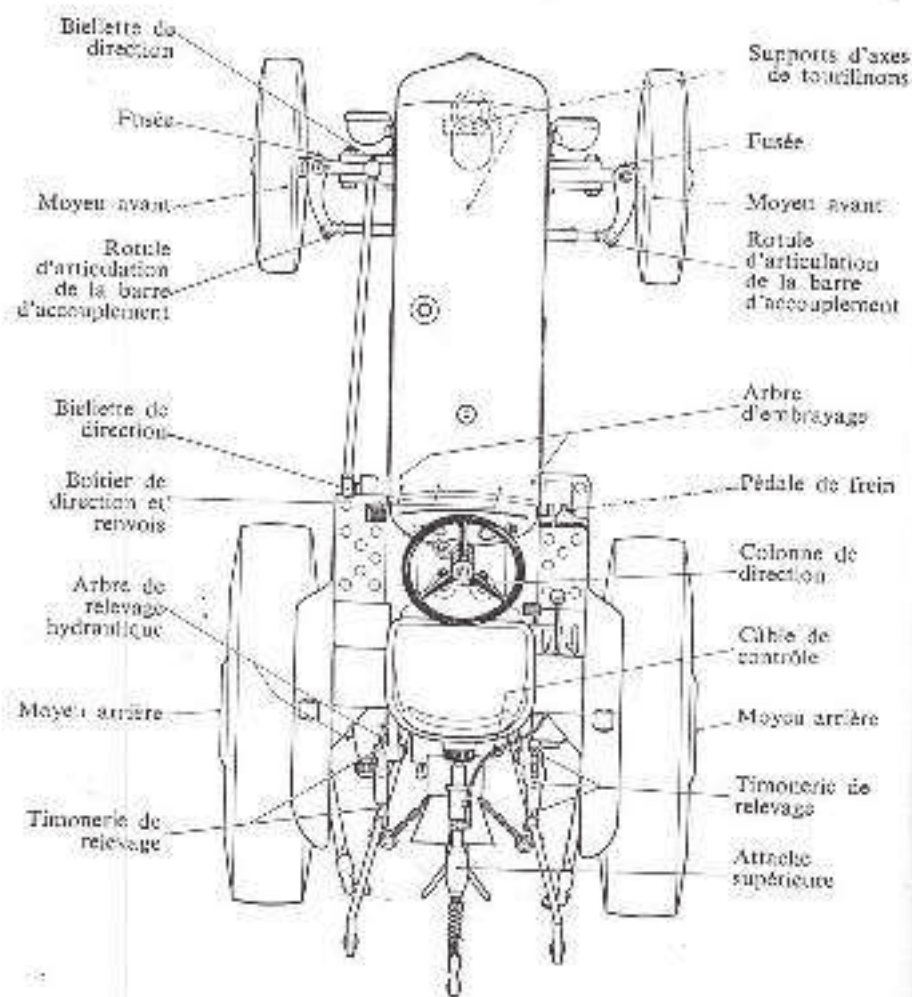

FIG. 1. Plan de Graissage
- Lubrification** Par temps humide et boueux, nettoyer les graisseurs et lubrifier en se référant à la Fig. 1.